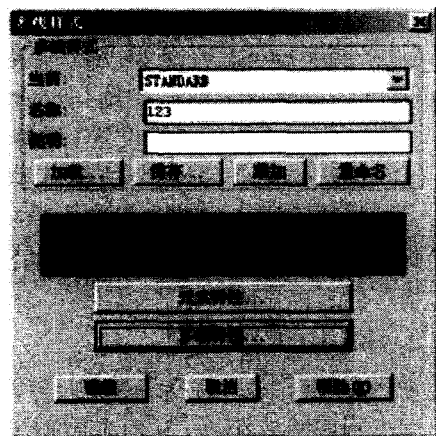

图5 “多线样式”对话框
(1) 选择“格式”→“多线样式”菜单项,进入如图5所示的“多线样式”对话框。